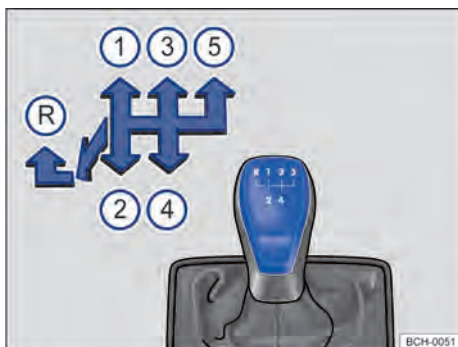

Fig. 87 Esquema de la transmisión manual de 5 marchas.
Las posiciones de cada una de las marchas están representadas en la palanca de cambios → **fig. 87**.
- Empujar la palanca de cambios totalmente hacia la izquierda y después hacia adelante hasta la posición de la marcha atrás → fig. 87 (R).